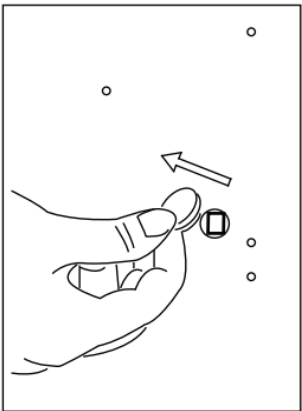

图 1
- 1、按图 1 所示，将监视器产品后壳上电池扣板电源插座上的橡胶塞拿下；